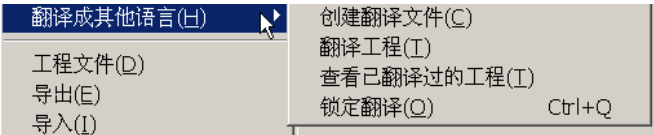

图 3-2-7 语言对话框
- 工程[P]/翻译成其他语言[H]：对语言进行设置，如图 3-2-7 所示。